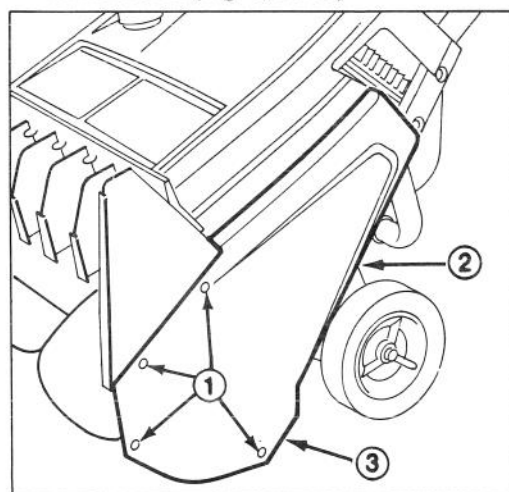

Fig. 8
SOSTITUZIONE DELLA CINGHIA DELLA TRASMISSIONE (Fig. 8, 9 e 10)
2. Rimuovete viti, dadi d'arresto e bullone a guarnizione senza dado (Fig. 8). Mettete il coperchio della cinghia da parte.